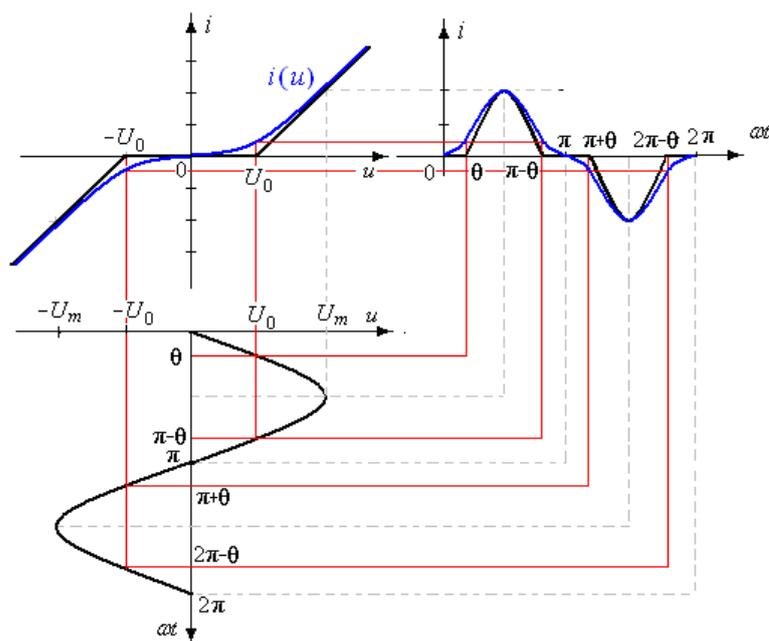

Рис. 1
**Графическое решение.** На основе метода трех плоскостей графически проецируют значения синусоидального напряжения, приложенного к ВАХ, для различных моментов времени. По ВАХ находят значения тока для тех же временных интервалов и строят график тока. На рис. 1 реальная характеристика нелинейного элемента заменена кусочно-линейной. Определен  $\theta$  – угол отсечки; условие перехода от одного участка линейности к другому  $u(t)|_{\omega t=\theta} = U_0$ , или  $U_m \sin \theta = U_0$ .